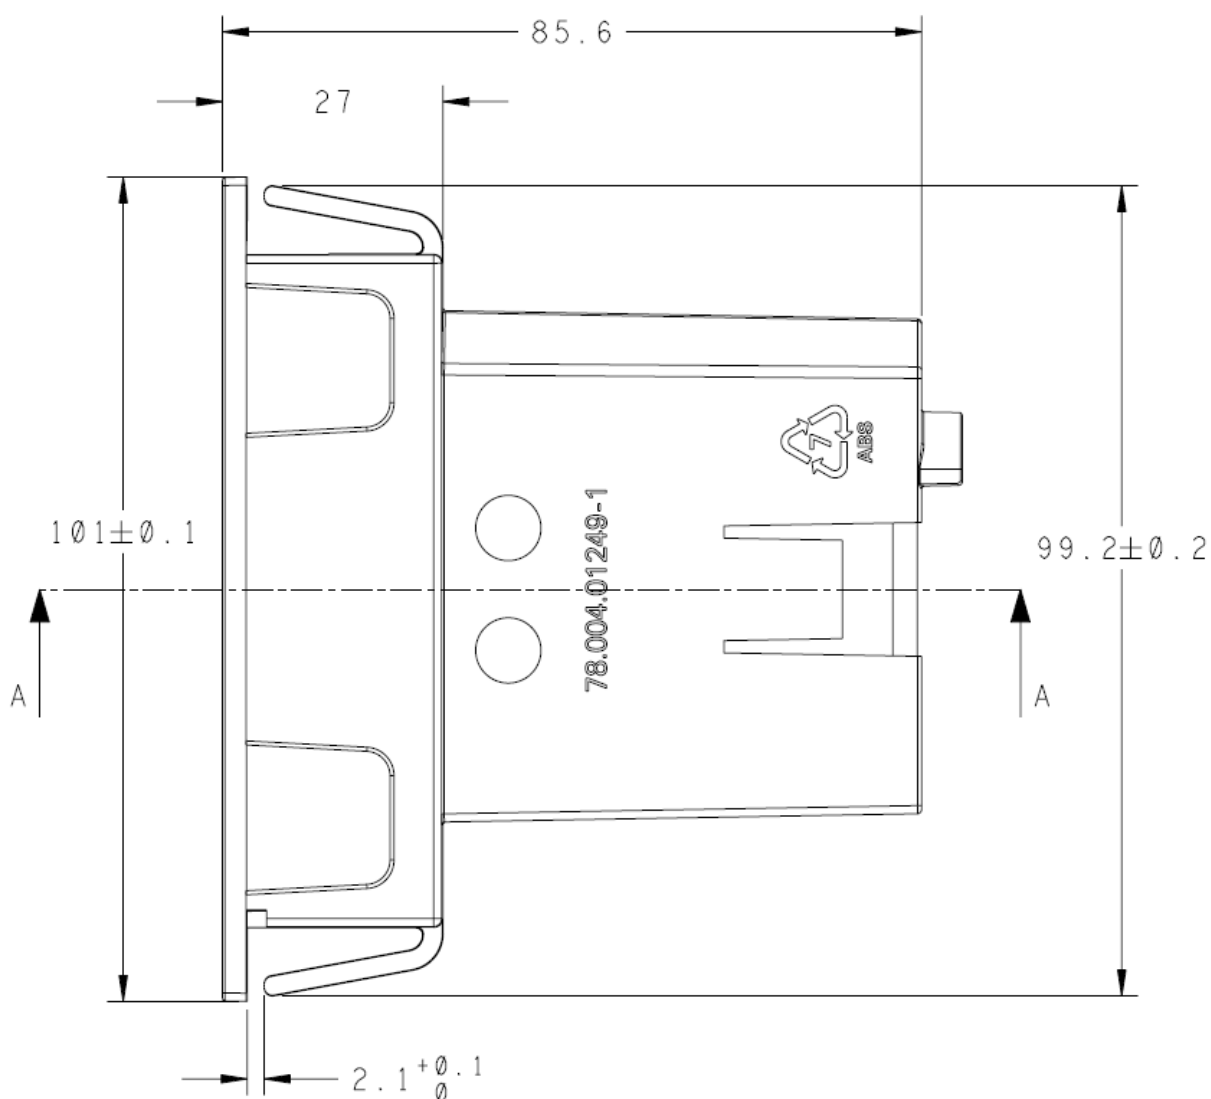
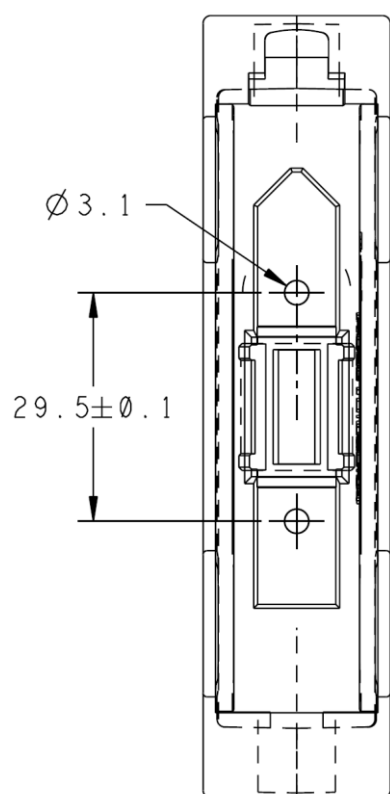
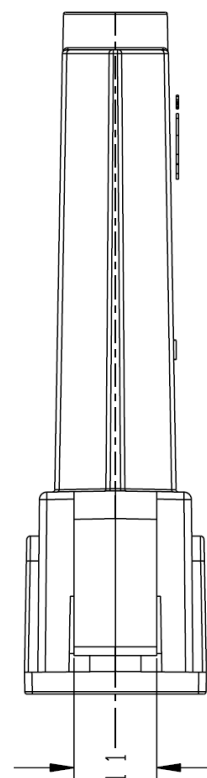
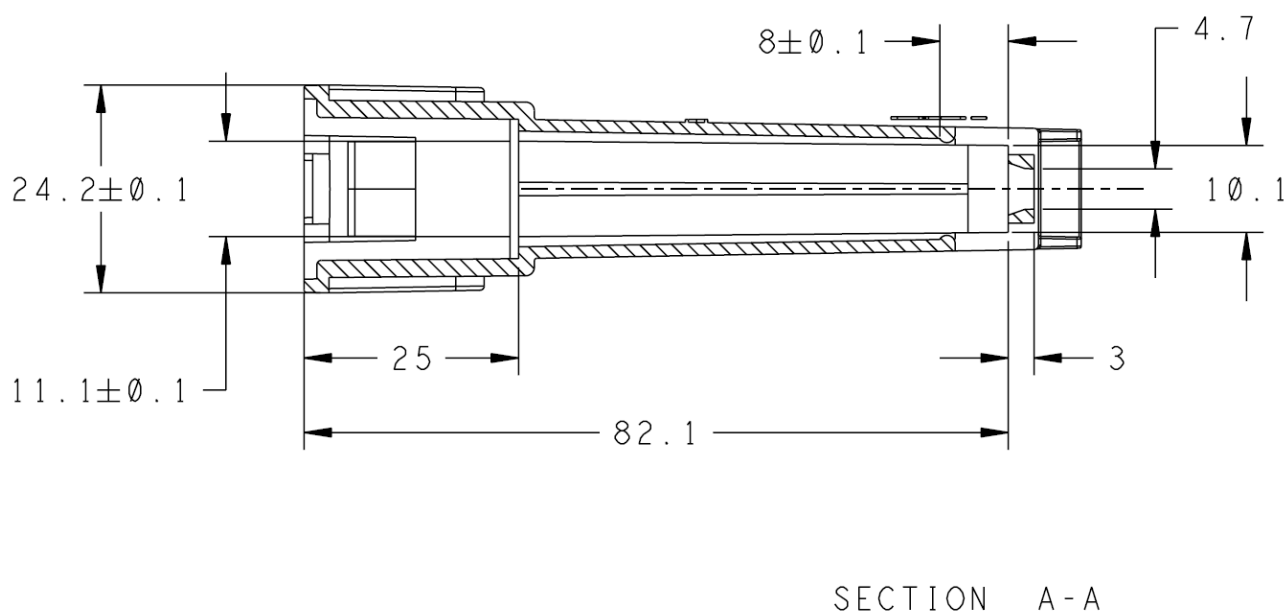

Figura 6 – Drive de MR da urna modelo 2015
Figura 7 – Drive de MR da urna modelo 2015
Figura 8 – Drive de MR da urna modelo 2015
Figura 9 – Drive de MR da urna modelo 2015
33.7.2. Como referência, as figuras Figura 6, Figura 7, Figura 8 e Figura 9 ilustram o formato do drive da memória de resultado da UE2015.